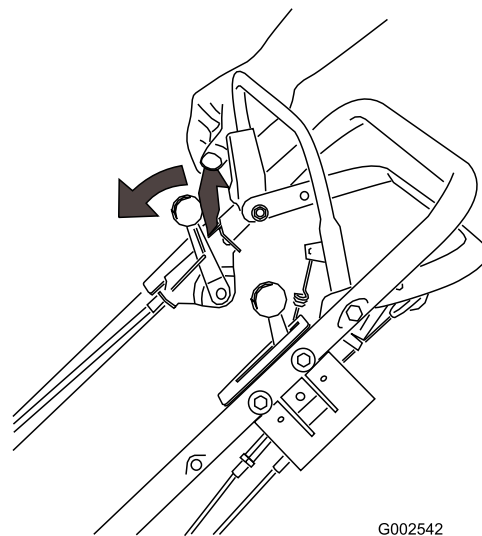

Figura 12
- Empuje hacia adelante el mecanismo de bloqueo de la barra de control (Figura 12).